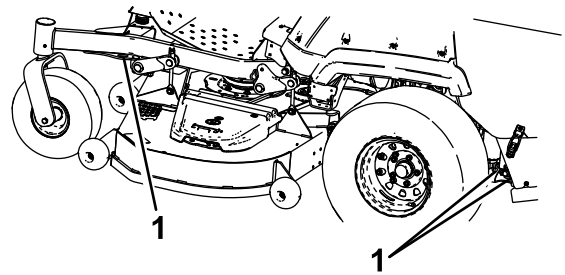

Bild 32
6. Vergurten Sie die Maschine in der Nähe der vorderen Laufräder und dem hinteren Rahmen mit Riemen, Ketten, Kabeln oder Seilen (Bild 32). Ziehen Sie in Bezug auf Anforderungen für Befestigungen geltende Vorschriften zurate.